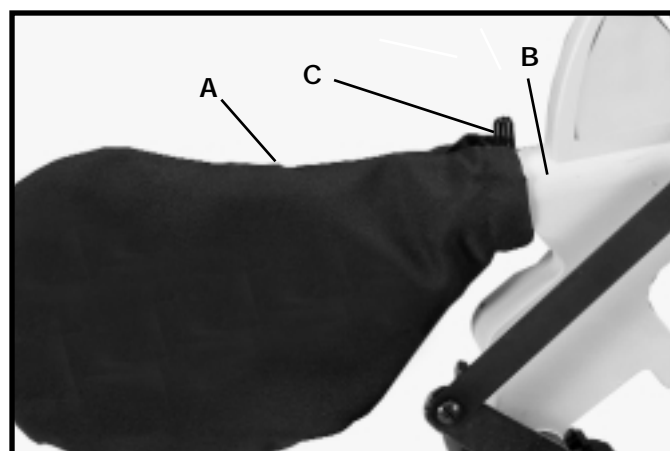

Fig. 8
1. Installez le sac à poussière (A) fig. 8, sur la goulotte à poussière (B) en vous assurant que l'anneau (C) se loge dans la rainure de la goulotte.